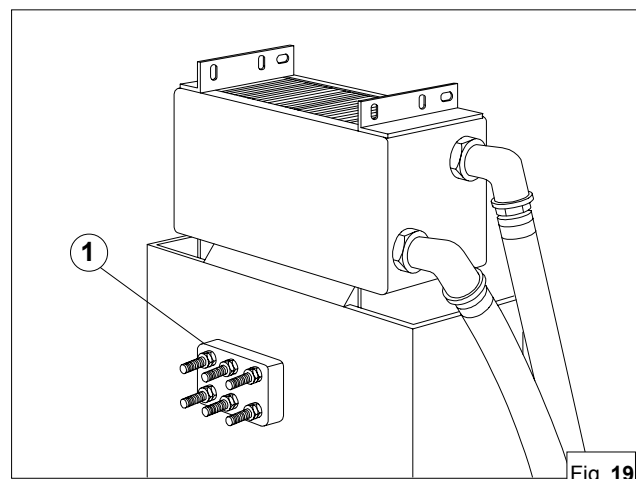

Fig. 19
Questo collegamento è eseguibile tramite la morsettiera di potenza (fig. 19, rif. 1).
This connection can be done through the power terminal board (fig. 19, ref. 1).
Ce raccordement est réalisable grâce au bornier de puissance (figure 19, réf. 1).
- Per ottenere i collegamenti sia in parallelo che in serie utilizzare sulla morsettiera fig. 19 Rif. 1 gli appositi ponticelli dati in dotazione negli accessori del gruppo elettrogeno